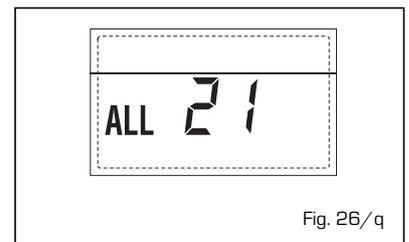

Fig. 26/q
- **INTERVENTO TERMOSTATO SICUREZZA SECONDA ZONA MISCELATA "ALL 22"** (fig. 26/r)